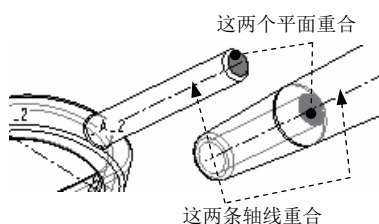

图 7.2.17 选取重合面
(1) 在“放置”界面的 **约束类型** 下拉列表框中选择 **重合** 选项。
(2) 分别选取两个元件上要重合的面(图 7.2.17)。
(2) 分别选取两个元件上要重合的轴线(图 7.2.17),此时界面中显示的信息为 **完全约束**。